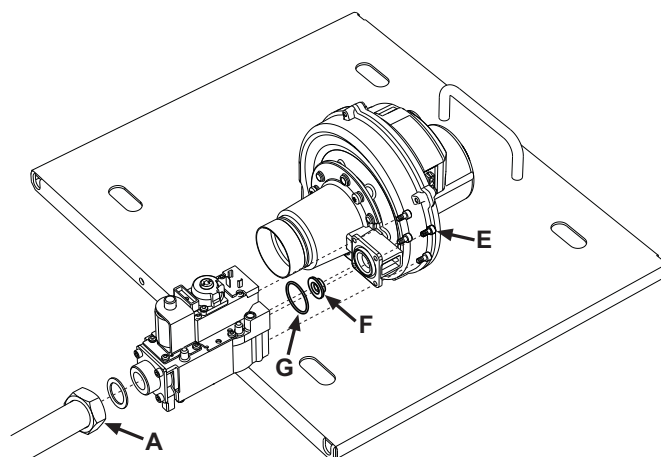
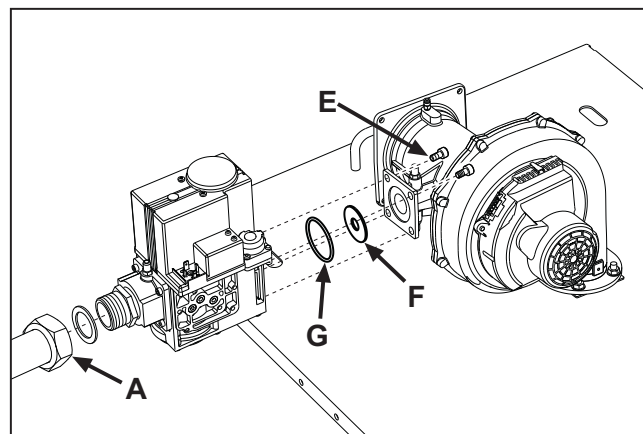
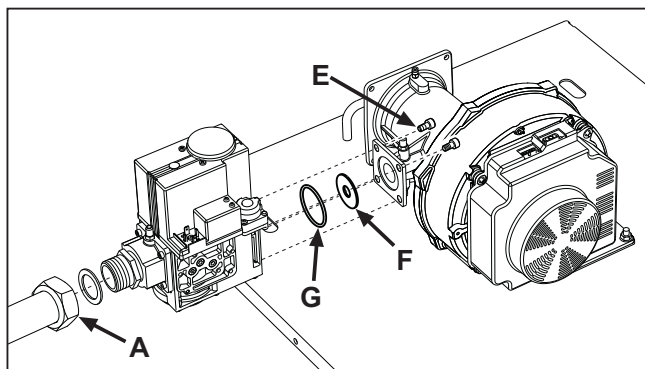

fig. 36 - Modèle QUADRIFOGLIO 125
fig. 37 - Modèle QUADRIFOGLIO 220
fig. 38 - Modèle QUADRIFOGLIO 320
- Dévisser la rondelle "A" de fixation de la vanne à gaz (voir fig. 36, fig. 37 et fig. 38 pour les différents modèles).